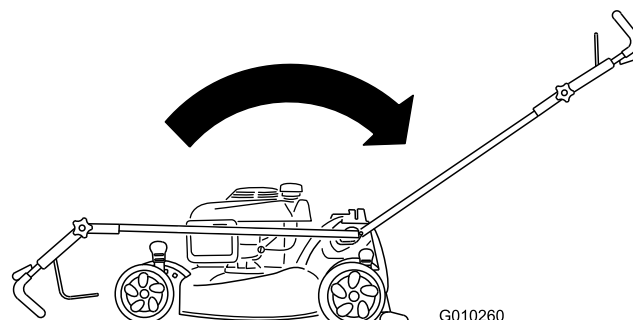

Рисунок 51
2. Переведите рукоятку в вертикальное положение (Рисунок 51).